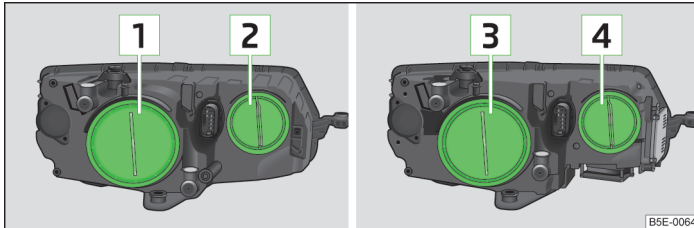

Fig. 212 Disposition des ampoules : Phares à halogène / au xénon
- Retirez le cache en caoutchouc **1** » fig. 212 à la page 246.
- Retirez le cache en caoutchouc **2** » fig. 212 à la page 246.
- Retirez le cache en caoutchouc [4] » fig. 212 à la page 246.